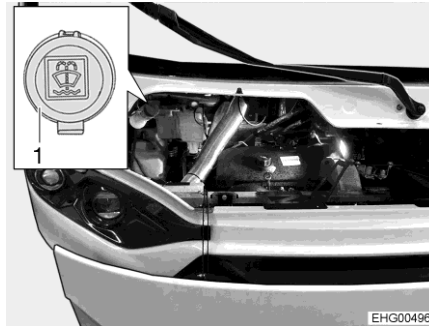

Bild 8 Einfüllstutzen (Scheibenwaschwasser)
- Deckel (Bild 8,1) am Einfüllstutzen des Waschwasserbehälters öffnen.